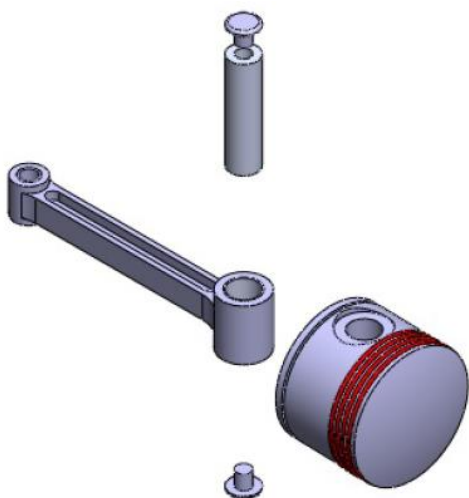

Рисунок 8.60 – Підзбірка після рознесення компонентів
11. Аналогічно рознесіть інші компоненти підзбірки (рис. 8.60).